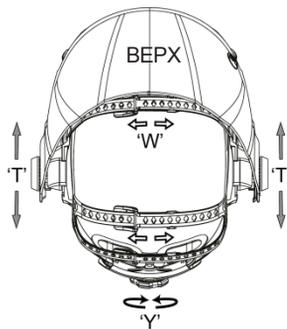

рис. 9
- Общую окружность несущей ленты можно увеличить или уменьшить при помощи вращения рукоятки в задней части несущей ленты. (См. регулировку "Y" на рис. 9). Это можно сделать, когда шлем надет, чтобы установить надлежащее натяжение, позволяющее шлему плотно, но не слишком туго сидеть на голове.
- Если несущая лента сидит на голове излишне высоко или низко, отрегулируйте ремень, проходящий поверх головы. Для этого расстегните ремень, вынув фиксатор из отверстия в ленте. По необходимости раздвиньте или сдвиньте две части ленты и вставьте фиксатор в ближайшее отверстие "W". (См. регулировку "W" на рис. 9).